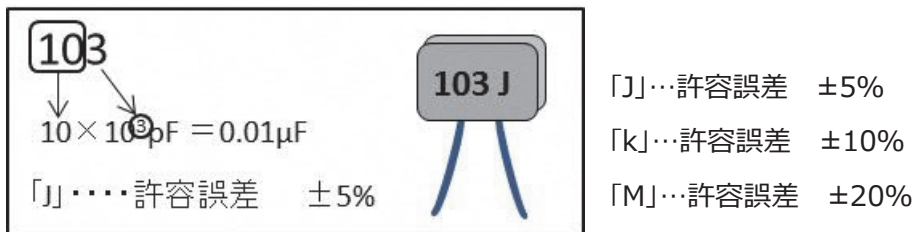

図 18 コンデンサーの静電容量の表示
C) 特性図 図 12 に、ダイオードに流れる電流の方向を示した。図 18 は電圧・電流特性である。pn 接合ダイオードは、わずかな順電圧で大きな順電流を流すことができるが、逆電圧ではほとんど電流が流れない。